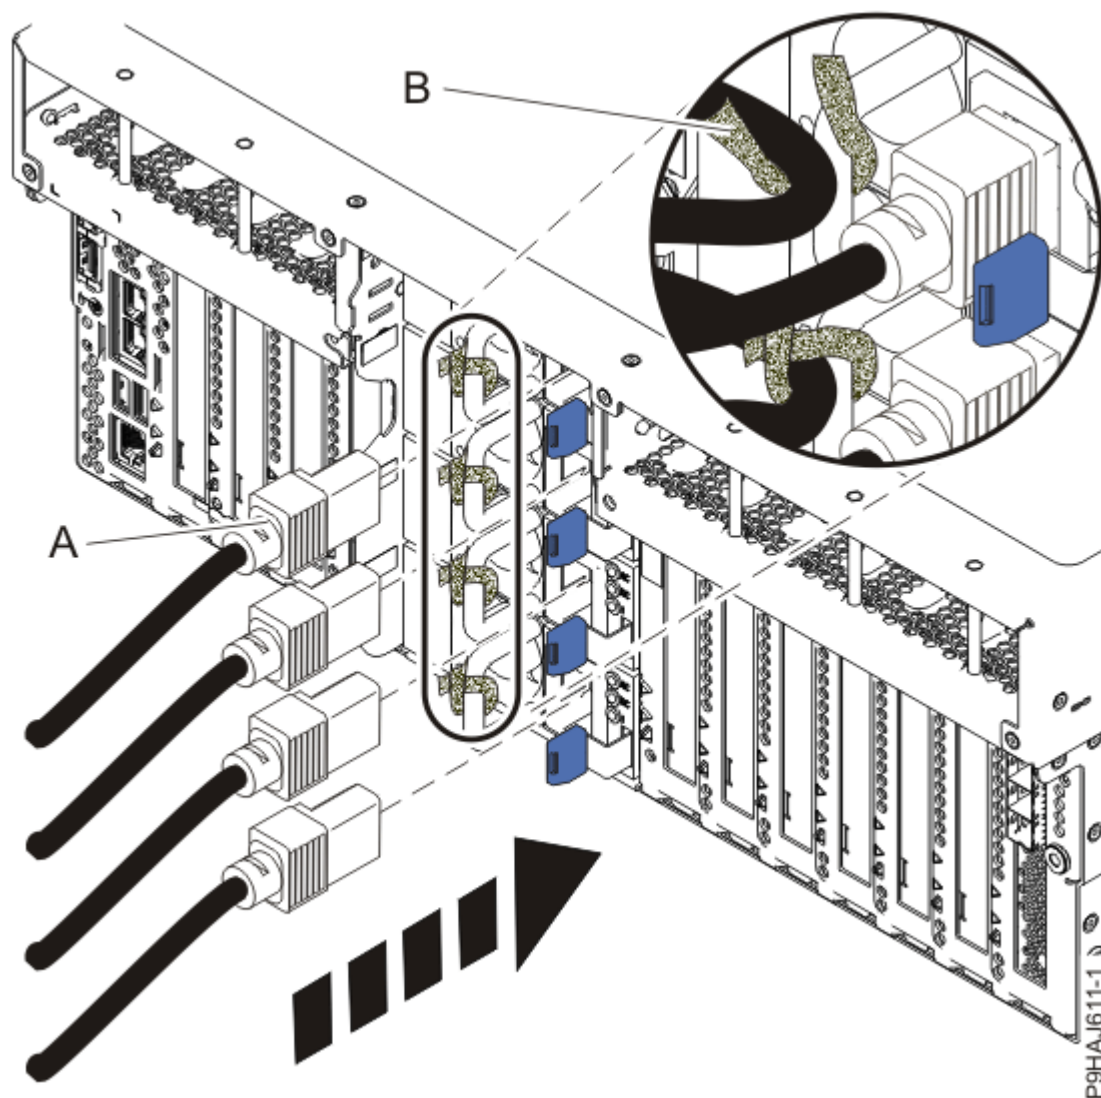
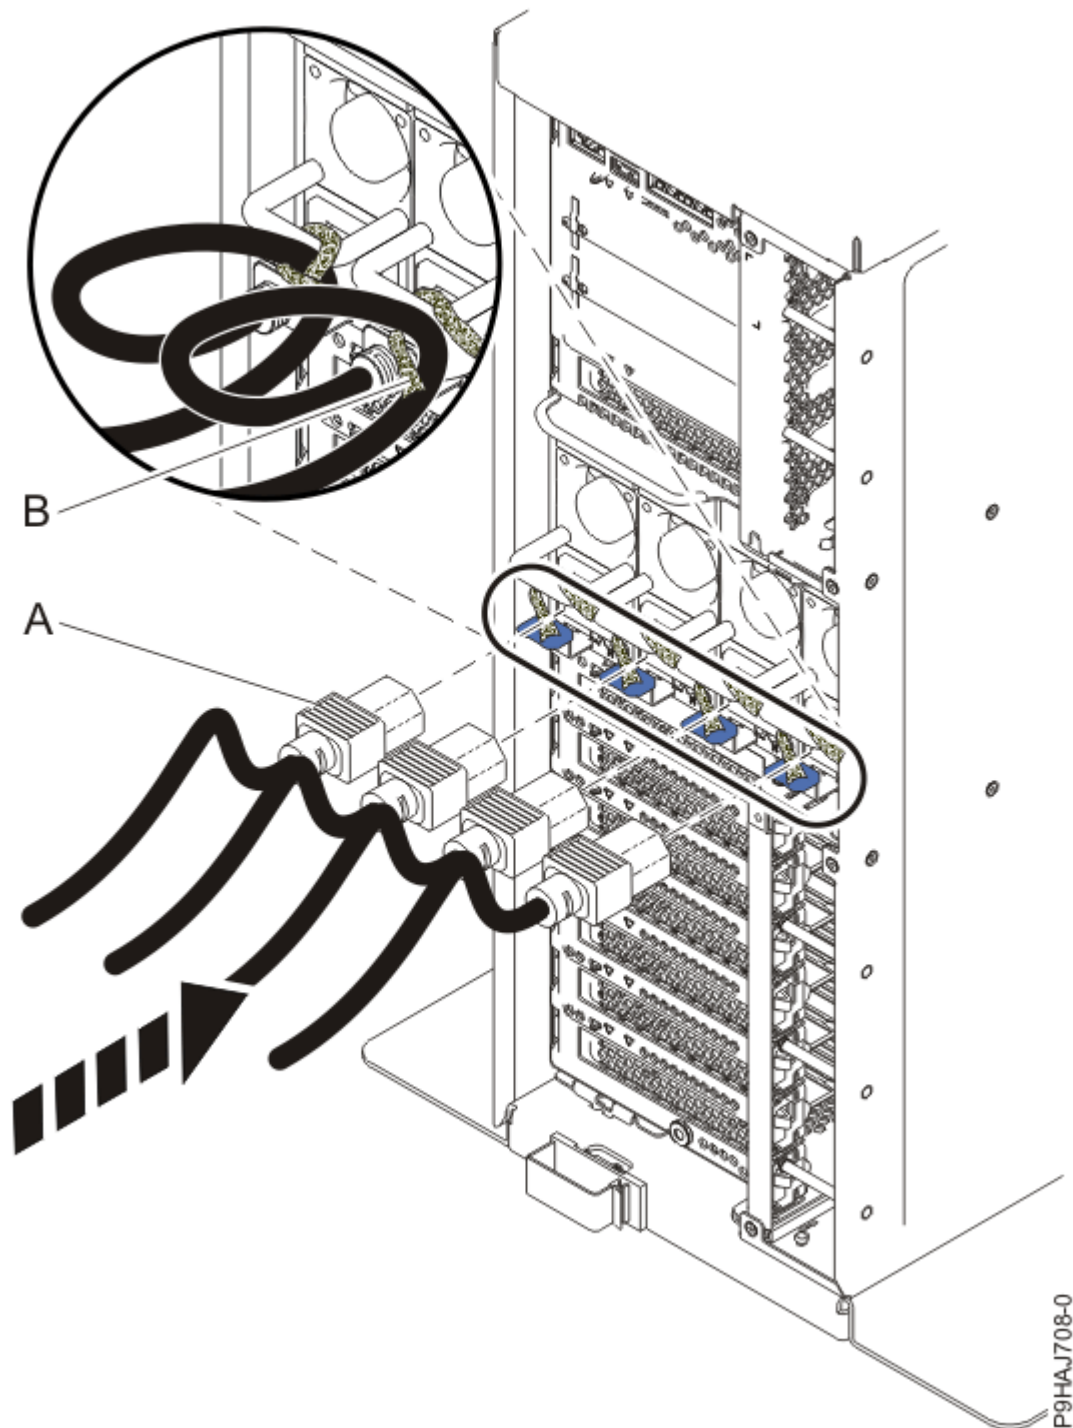

Figura 27. Connexió dels cables d'alimentació a un sistema muntat en bastidor
Figura 28. Connexió dels cables d'alimentació en un sistema autònom
4. Mitjançant les etiquetes, torneu a connectar els cables d'alimentació **(A)** a la unitat del sistema. Colleu els cables d'alimentació **(A)** al sistema utilitzant les brides **(B)**, tal com es mostra a la Figura 27 a la pàgina 45 o a la Figura 28 a la pàgina 46.